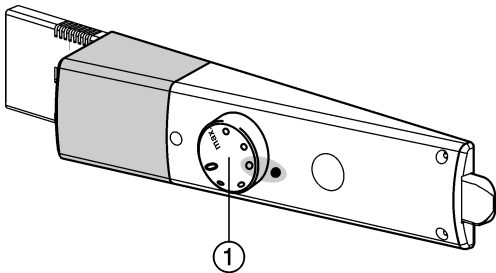

Fig. 2
- Temperaturregler *Fig. 2 (1)* nach rechts von Stellung 0 auf Punkt 3 drehen.